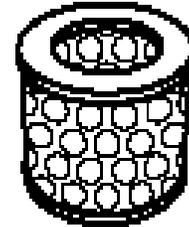

Fig. 1
* O filtro de ar (Fig. 1) não deve ter buracos e a cor deve ser branca.